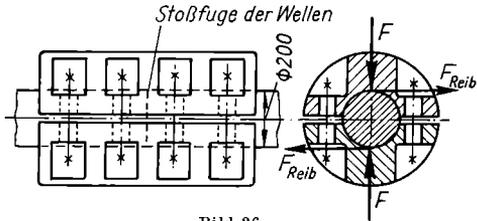

Bild 36
66. Bei einer Schalenkupplung (Bild 36) sollen die stumpf zusammenstoßenden Wellen von 200 mm Dmr. durch zwei aufgeklebte Schalenhälften verbunden werden. **a)** Welche Reibungskraft F_{Reib} muß zwischen jeder Schalenhälfte und der Welle wirken, wenn 90 PS mit $n = 70 \text{ min}^{-1}$ übertragen werden sollen? **b)** Welche Kraft muß jede der vier auf ein Wellenende wirkenden Schrauben ausüben, um die zur Erzeugung der Reibung notwendige Anpressungskraft F zu liefern, ohne daß ein Nutenkeil erforderlich wird? Reibungszahl 0,15. **c)** Welchen Durchmesser müssen die Schrauben bei einer zulässigen Zugbeanspruchung von $\sigma_z = 800 \text{ kp/cm}^2$ erhalten?